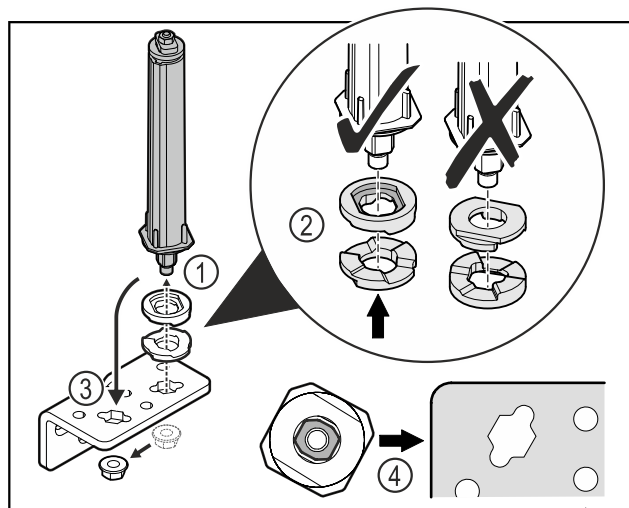

Fig. 39
- ▶ Odkręcić nakrętkę i wyjąć system blokujący drzwi Fig. 39 (1).
- ▶ Zwracać uwagę na prawidłowe ustawienie podkładek do regulacji wysokości Fig. 39 (2).
- ▶ Przełożyć system blokujący drzwi w zawiasie i zamocować nakrętką Fig. 39 (3).
- ▶ Przy wkładaniu zwracać uwagę na prawidłowe ustawienie systemu blokującego drzwi Fig. 39 (4).